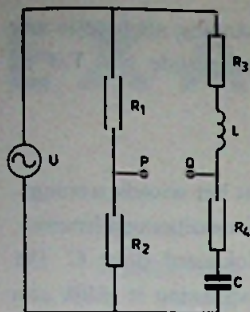

Fig. 7
③ In de schakeling van fig. 7 zijn alle weerstanden 500 Ω. De reactanties van de spoel en van de condensator (beide verliesvrij) zijn bij de frequentie van de spanningsbron U 1000 Ω.